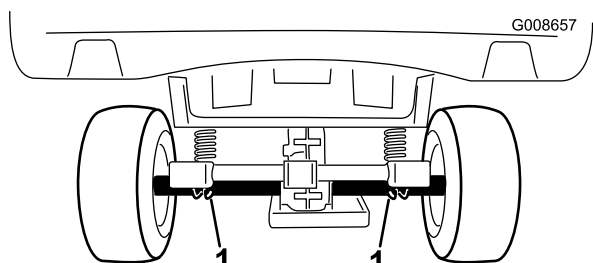

Рисунок 26
- Точка подъема в задней части машины находится под трубами моста (Рисунок 26).